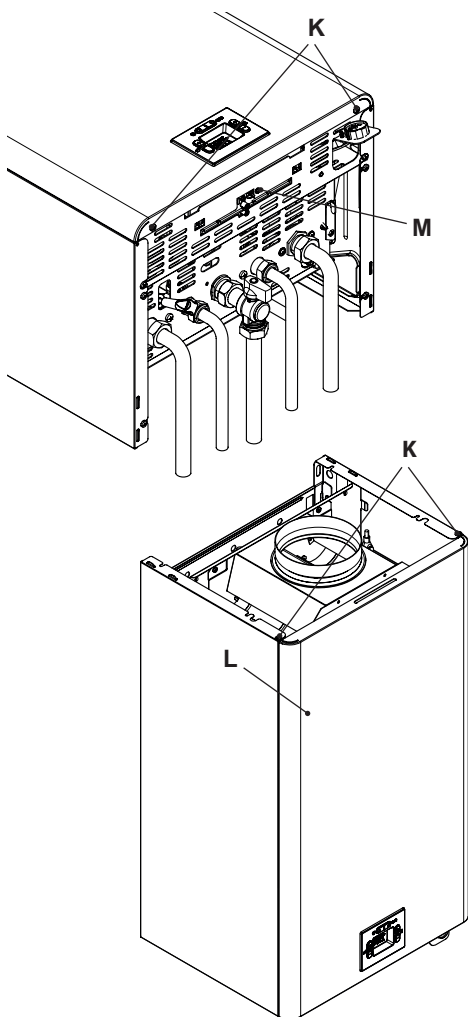
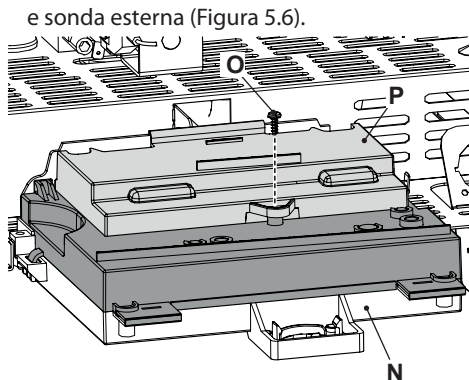

Figura 5.5
Figura 5.6
- Svitare le viti **K** e rimuovere il pannello frontale **L** tirandolo a sé Figura 5.5.
- Svitare la vite **M** (Figura 5.5) e ruotare il pannello comandi **N**, come illustrato in (Figura 5.6).